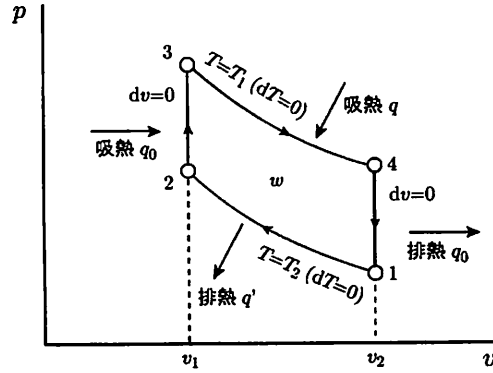

図 1: スターリング・サイクルの  $p$ - $v$  線図
(1) 本問は，スターリング・サイクル (Stirling) に関する問題である。各過程は，図1の  $p$ - $v$  線図に示されるとおりである：